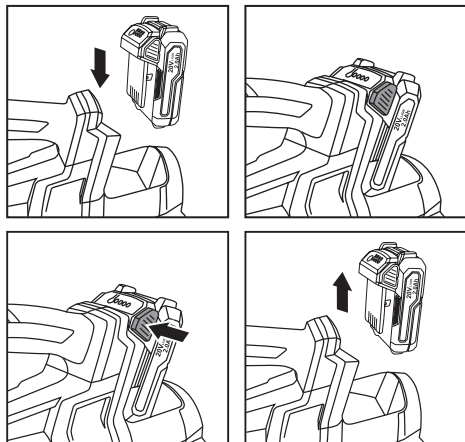

Рис. 3 Установка и извлечение аккумулятора
3. Вставьте аккумулятор в аккумуляторный отсек, пока не услышите щелчок (Рис. 3А). Убедитесь, что аккумулятор
полностью вставлен и зафиксирован. Чтобы извлечь аккумулятор, нажмите кнопку разблокировки фиксатора и выньте аккумулятор (Рис. 3В).